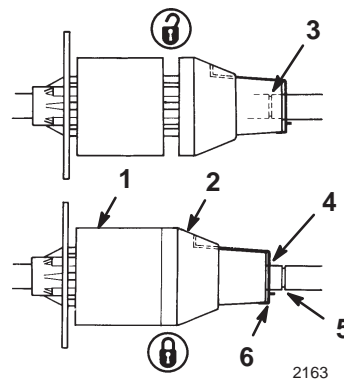

Figure 25
- **Position bloquée**—Glissez le ressort de blocage de l'accouplement dans la gorge gauche de l'arbre (Fig. 25).
- **Position débloquée**—Glissez le ressort de blocage de l'accouplement dans la gorge droite de l'arbre (Fig. 25).